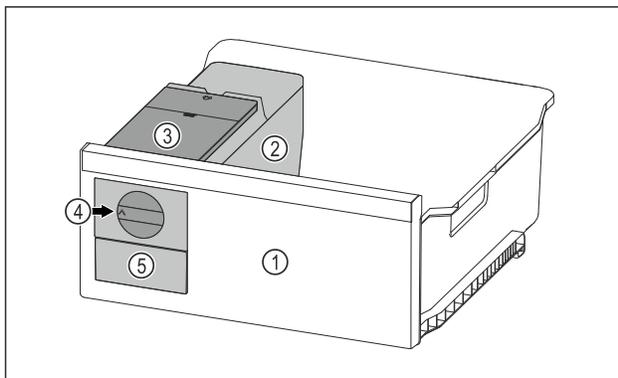

Fig. 119 Représentation à titre d'exemple
- Tourner le bouton rotatif Fig. 119 (4) dans le sens horaire jusqu'à la butée.
- ▷ Les glaçons tombent du bac à glaçons dans le tiroir à glaçons Fig. 119 (5).